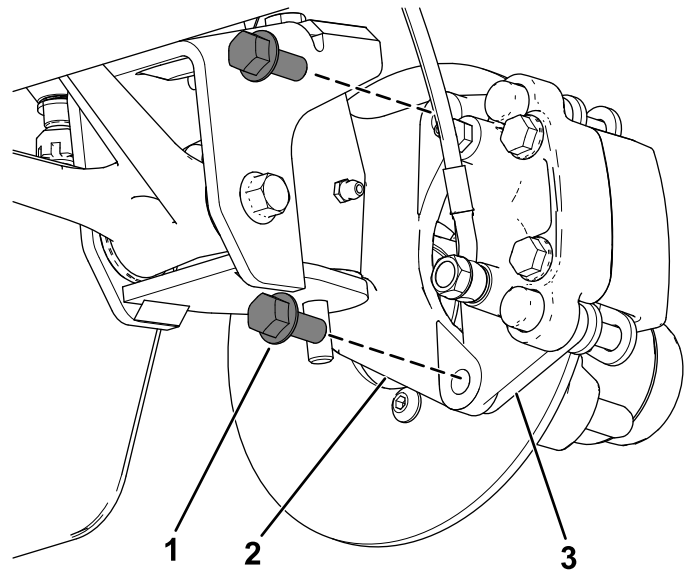

Bild 37
3. Entfernen Sie die Bundkopfschrauben ($\frac{3}{8}$ " x $\frac{3}{4}$ "), mit denen die Halterung für die Bremse an der Spindel befestigt ist, und nehmen die Bremse von der Spindel ab (Bild 37).
2. Fluchten Sie die Bremsbeläge mit jeder Seite des Drehzylinders (Bild 37) und die Löcher in der Bremsbackenhalterung mit den Löchern im Bremsenhalter des Spindelrahmens aus (Bild 41).
3. Befestigen Sie den Bremsbackenhalterung mit den beiden Bundkopfschrauben ($\frac{3}{8}$ " x $\frac{3}{4}$ ") am Spindelrahmen (Bild 37).